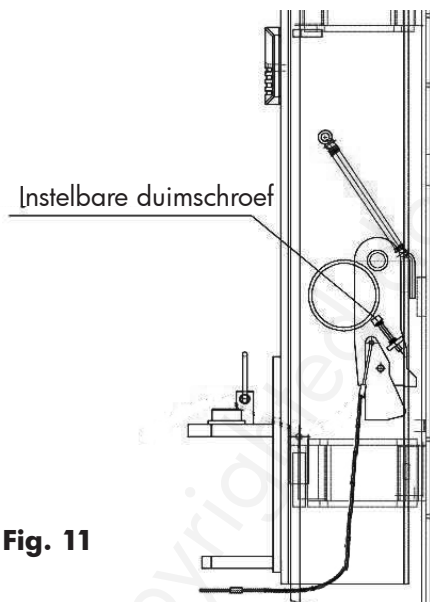

Fig. 11
9. Monteer de hefarmen (fig. 11).